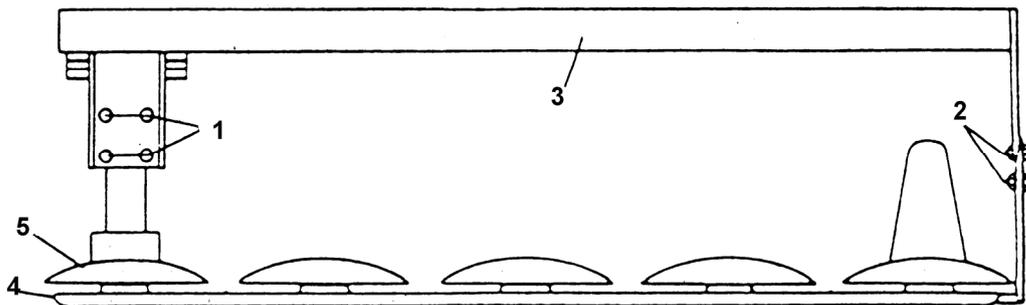

Bild 22
1. Einstellen des Mähbalkens zum Tragarm (Bild 22)
Alle Halteschrauben für Mähteller immer reihum mehrmals nachziehen. Schrauben (1) Bild 22 nicht lösen!